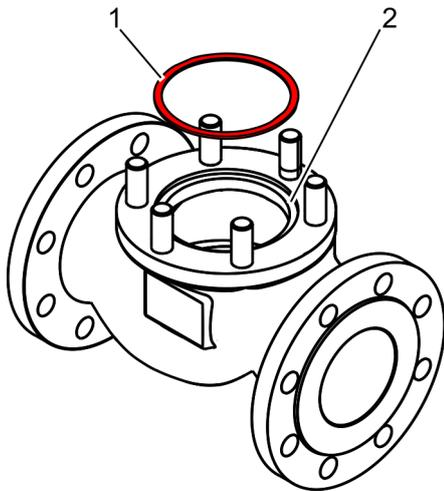

Fig. 9: Retirar la junta anular
5. ➤ Saque la junta anular (Fig. 9/1) de la ranura (Fig. 9/2) del cuerpo de la válvula.
8. ➤ Coloque la nueva junta anular (Fig. 9/1) en la ranura (Fig. 9/2) del cuerpo de la válvula.